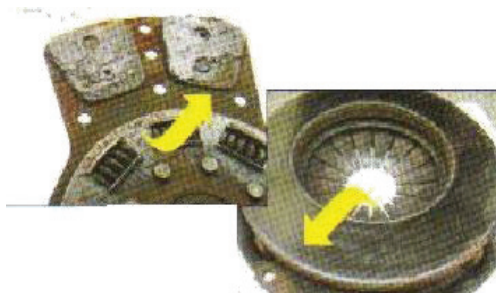

Рис. 3-12
- (1) Прожоги или иные повреждения фрикционной накладки, в результате которых заклепки скребут по нажимному диску с образованием канавок на его рабочей поверхности (рис. 3-12).